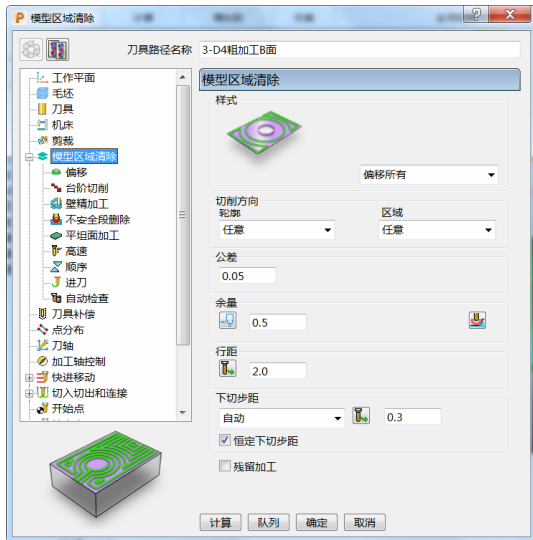

图 3-34
5) 模型区域清除: 样式选择“偏移所有”, 切削方向中轮廓、区域均选择“任意”, 设定公差“0.05”、余量“0.5”、行距“2.0”、下切步距“0.3”, 勾选“恒定下切步距”。(图 3-34)